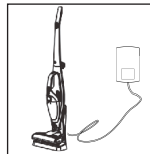

fig. 8
- Conecte el extremo de la fuente de alimentación a la toma de la base de carga (22) - la fuente de alimentación debe conectarse a la red de acuerdo con los parámetros especificados en el manual - fig. 8.
- Asegúrese de que la aspiradora vertical montada esté apagada y colóquela en la base de carga del colgador (19). Si la fuente de alimentación está conectada a la base, se iniciará la carga, indicada por la luz indicadora (13).